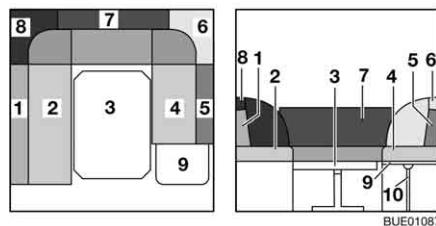

Fig. 108 Pendant la transformation
- Insérer le support (Fig. 108,10) dans le logement de la rallonge du coffre de banquette.
- Retirer les coussins de dossier (Fig. 108,1, 5, 6, 7 et 8) et les placer de côté.